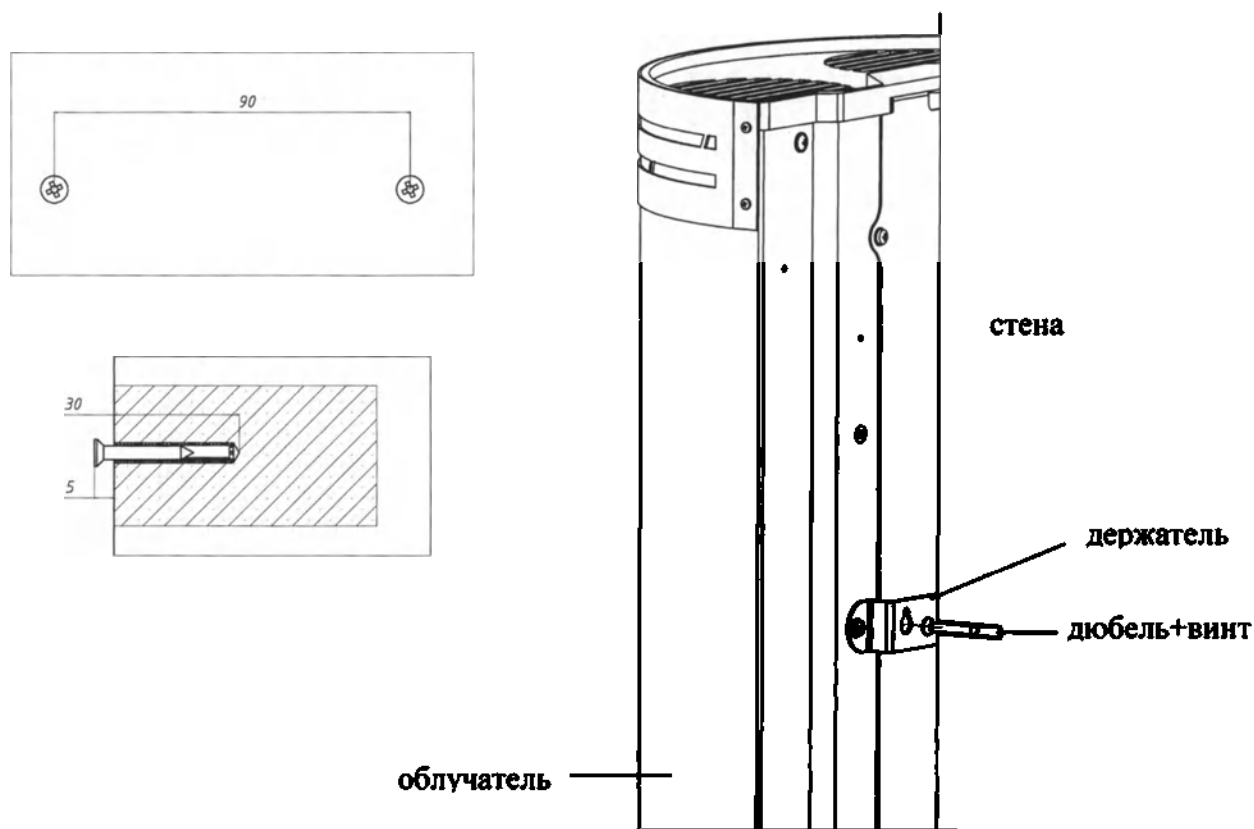

Рисунок 4 – Схема крепления облучателя на стену.
7.5 Для установки облучателя на стене используйте дюбели и винты, входящие в комплект поставки. Расстояние между точками установки дюбелей составляет 90 мм (Рис.4). После установки винтов, установите на них облучатель.